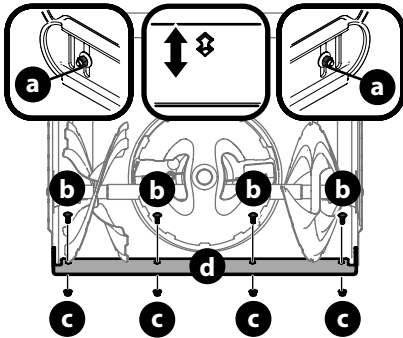

Figure 46
3. Desserrez les écrous (a) des patins arrière des deux côtés de la souffleuse et retirez les boulons de carrosserie (b) et les écrous hexagonaux (c) qui fixent la lame de raclage (d) au boîtier des tarières. Voir (Figure 46).
4. Placez la lame de raclage dans une des deux positions de montage. Remplacez les boulons de carrosserie, les écrous et la quincaillerie des patins retirés à l'étape 3 et serrez-les bien. Voir Figure 46.